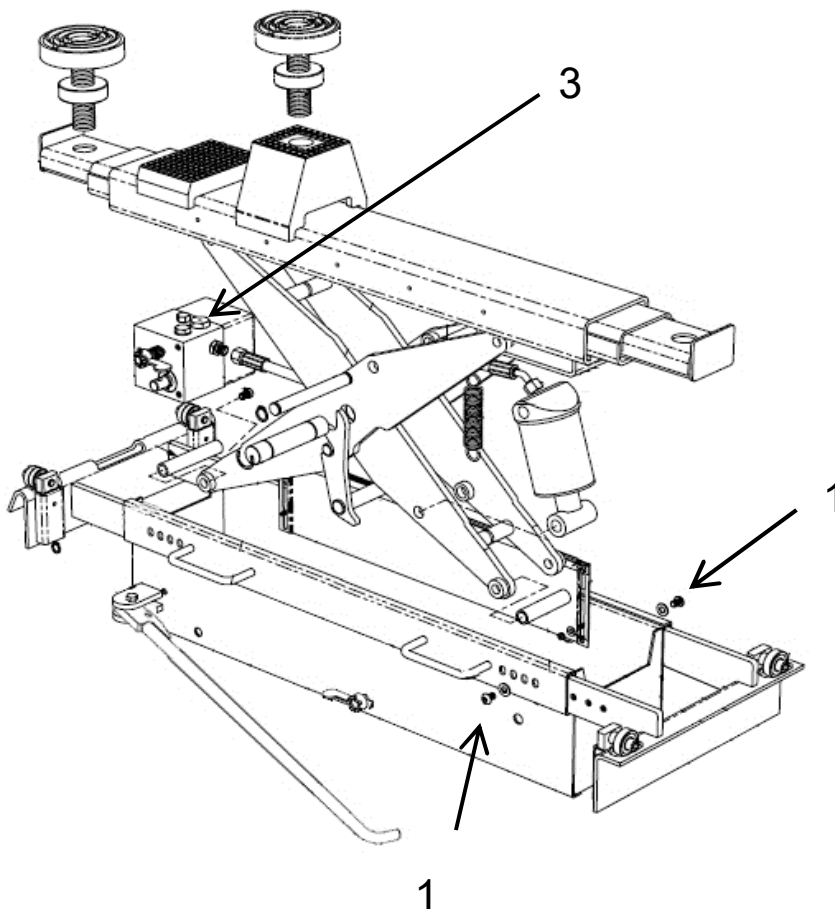

Fig 2
A. Draai de 4 borgschroeven (pos. 1, fig. 2) los met een 5 mm inbussleutel.
Indien de hefbrugkrik "elastisch" lijkt, ontluicht dan door olieafdichting (pos. 3, fig. 2) los te draaien. Hef de hefbrugkrik 2-3 maal tot de maximale hoogte. Vergeet niet olieafdichting (pos. 3, fig. 2) weer aan te draaien.